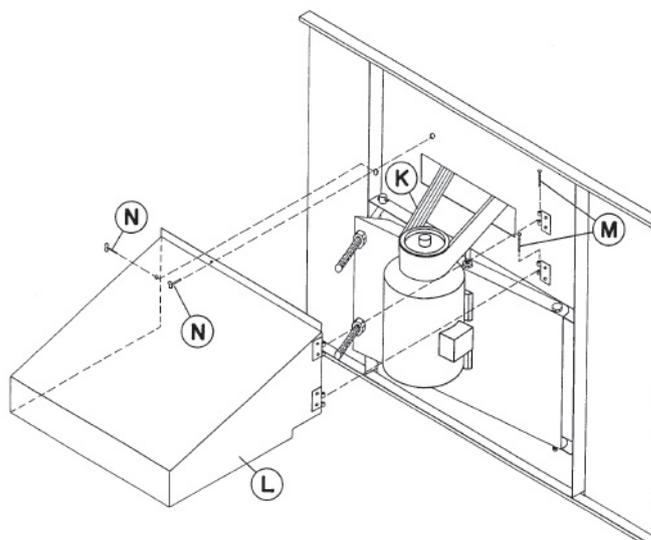

Рис. 24. Установка ремня и защитной крышки электродвигателя
7. Установите многоручьевой ремень Powerband К (рис. 24) на шкивы электродвигателя и вентилятора. Натяните (не перетягивайте) ремень с помощью гаек на J-образных стержнях. Ремень должен прогибаться прилбл. на 19 мм при небольшом надавливании рукой в его центральной части.